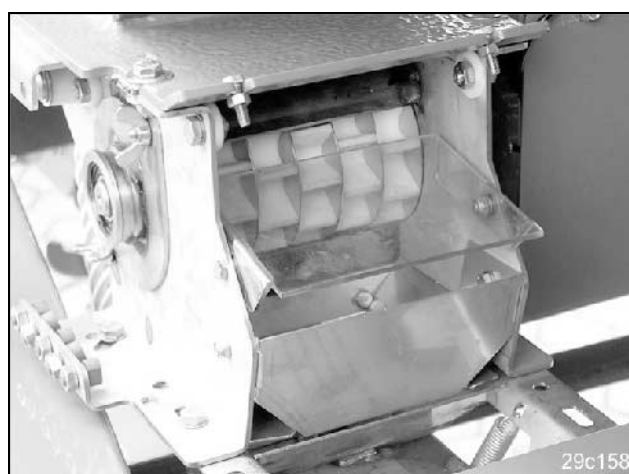

Fig. 74
- La figura (Fig. 74) mostra la serranda chiusa.